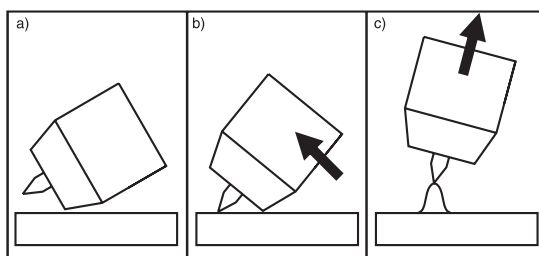

Рис. 5/2: Контактное зажигание дуги
- Выполнить сварку (см. рис. 5/2)